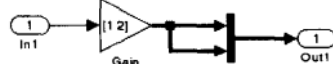

图 3.18 不能输出两次
- ◆ 一个输出模块不能对同一个信号数据输出两次, 如图 3.18 所示。